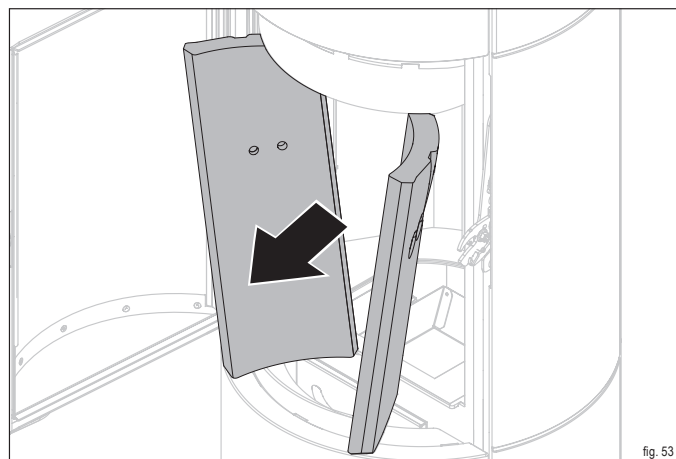

fig. 53
- ▶ Estrarre le due pietre termiche laterali (fig. 53).